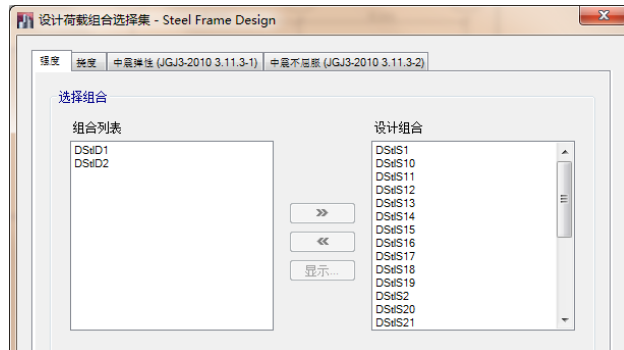

图 8-6 设计荷载组合选择集对话框
2. 点击菜单：**设计> 钢框架设计> 选择设计组合**命令，弹出如图 8-6 所示的**设计荷载组合选择集**对话框。